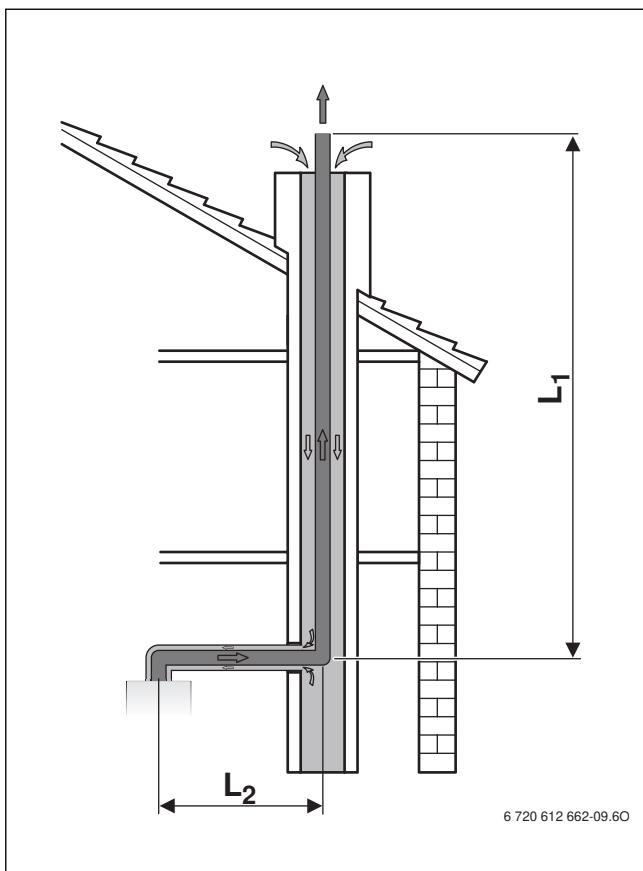

Рис. 11 Труба отвода дымовых газов в шахте по С93(х)
- Если воздух для горения проходит по шахте в противоположном относительно дымовых газов направлении (→ рис. 11), то шахту нужно чистить.